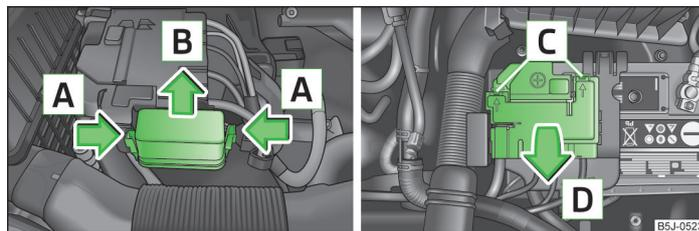

Fig. 155 Bateria del vehículo: tapa de la caja de fusibles
- Apretar el estribo de seguridad de la tapa de la caja de fusibles simultáneamente en el sentido de la flecha **A** » fig. 155 retirando la tapa en el sentido de la flecha **B**.